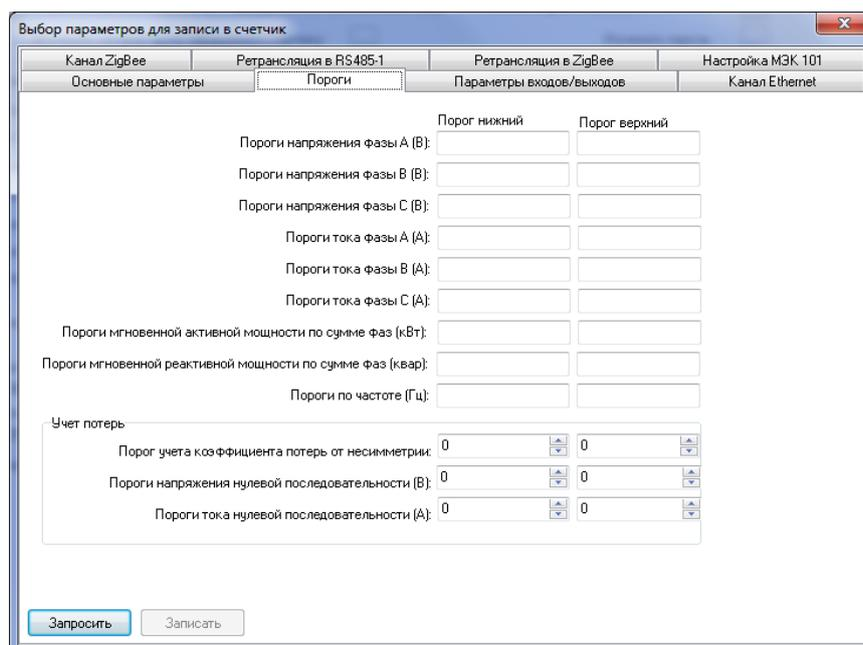

Рисунок 3.13
3.3.4.4 Вкладка *Пороги* (рисунок 3.13) отображается для всех типов счетчиков и содержит пороги, значения которых задаются любым float-числом. Описания основных параметров приведены в таблице 3.2.